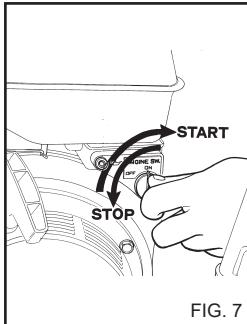

FIG. 7
3) Plasser motorbryteren i posisjonen OFF. (fig. 7).
3) Plasser motorbryteren i posisjonen ON (fig. 7).